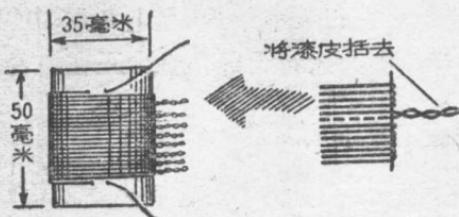

图 24
1. 抽头綫圈 線圈管的直径是 35 毫米，长 70 毫米。綫圈用直径为 0.45 毫米的漆包綫，繞 80 圈。从頂上开始每隔 5 圈抽一个头，一直抽到第 40 圈可不抽头。具体繞制方法可参考图 24。